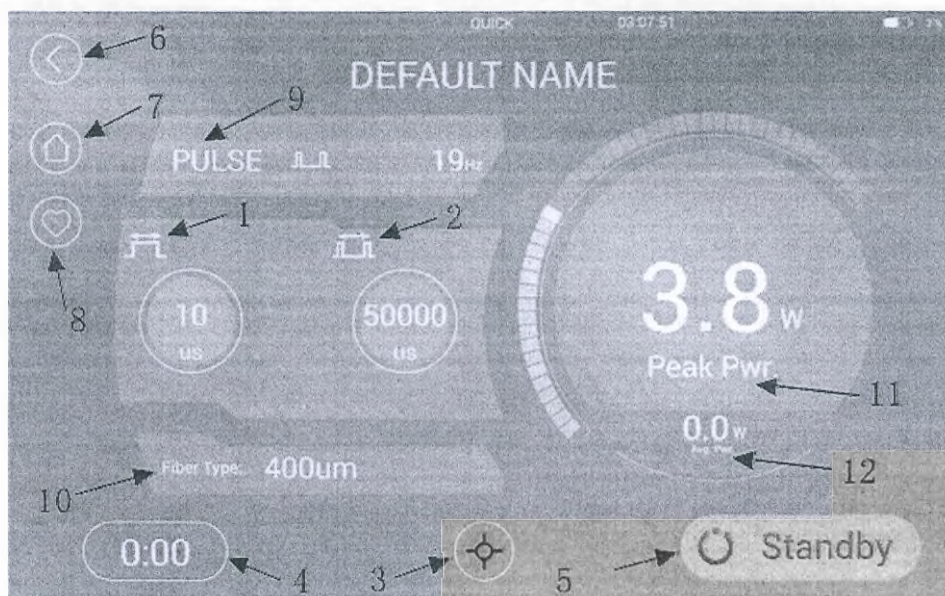
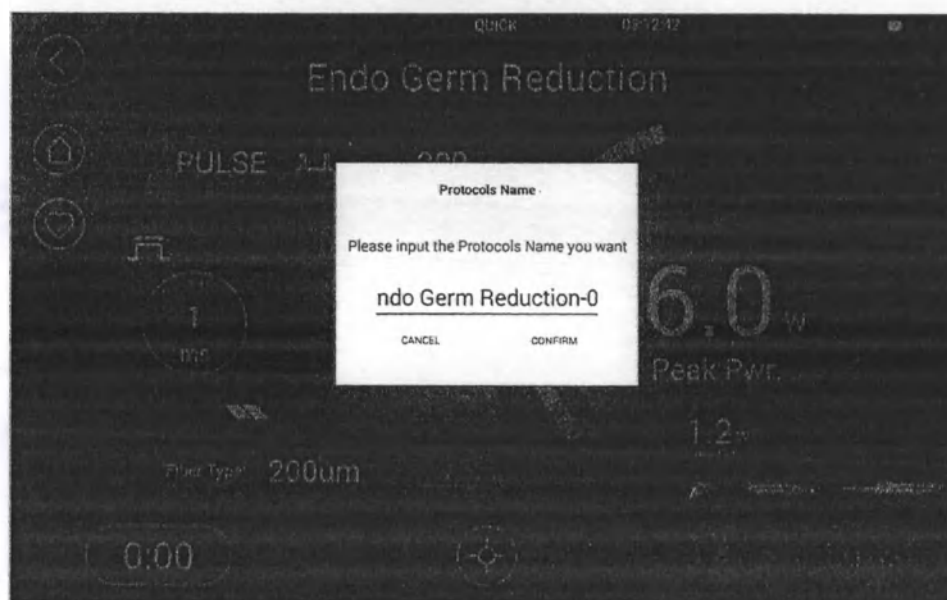

Рис.3. Интерфейс выбора индивидуальных протоколов
Рис. 5 Интерфейс сохранения названия протокола
- 3) Нажмите «Customize» (Настроить), затем войдите в интерфейс индивидуального протокола, после чего сможете установить новый протокол. (Рис. 3)
- 5) В интерфейсе лечения (Рис. 3) пользователи могут изменять мощность для лечения, частоту импульсов, выбор длины волны и другие параметры для каждого этапа лечения в соответствии с фактическими потребностями. (Рис. 5)